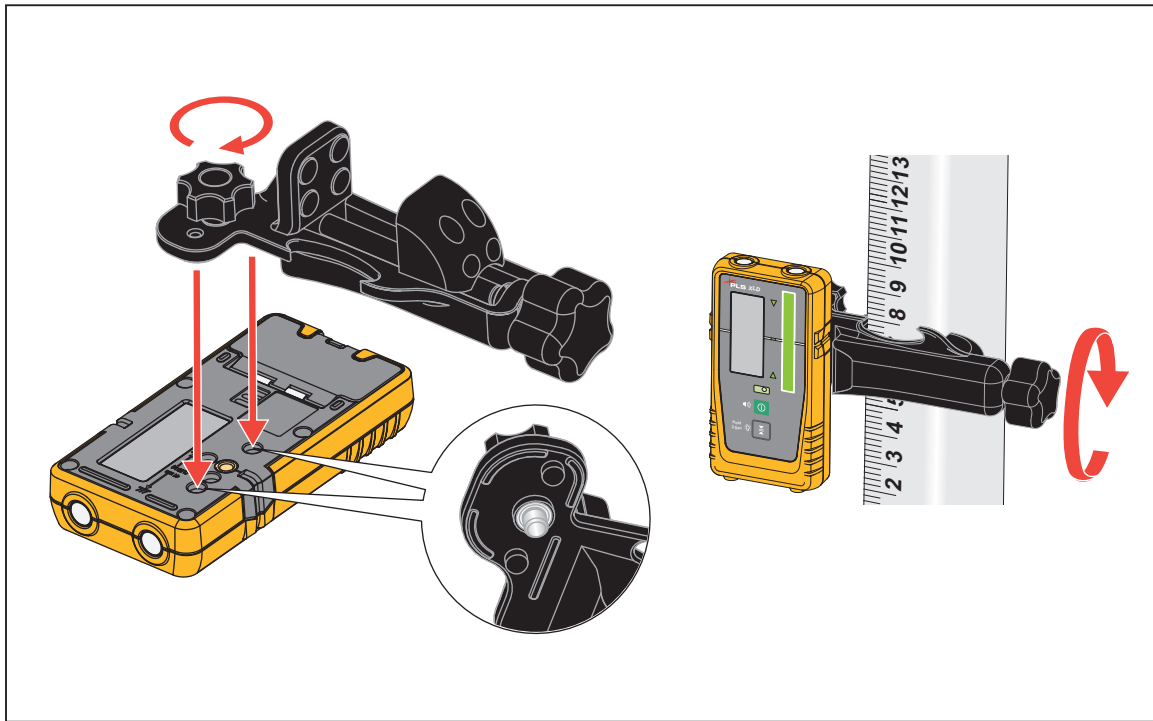

Abbildung 1. Anbringen der Messlattenklemme
Abbildung 1 zeigt, wie die Messlattenklemme am Empfänger und einer Messlatte oder Teleskopstange angebracht werden kann.
2. Anbringen der Messlattenklemme am Empfänger und einer Messlatte oder Teleskopstange. Siehe Abbildung 1.